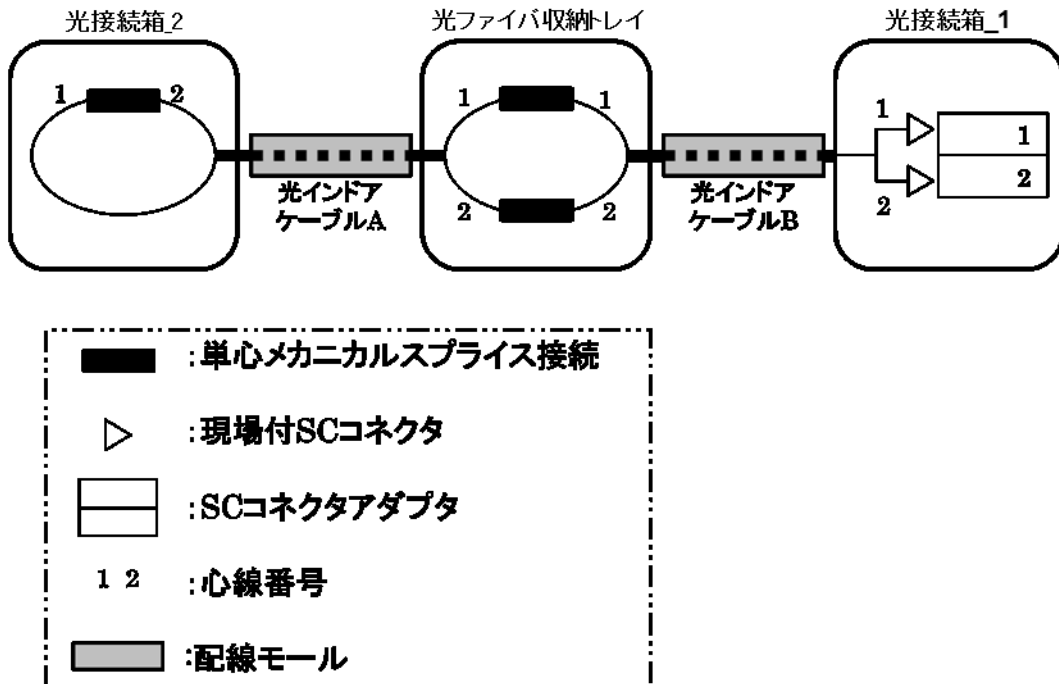

図 2 光ファイバ心線接続図 (パターン⑤)
- ・ 光接続箱_1 で、光インドアケーブル端を 1m 口出し、図2に従って SC コネクタを成端しアダプタに接続すること。アダプタは所定の場所に固定すること。
- ・ 光接続箱_2 で、光インドアケーブル端を 1m 口出し、図2に従って心線を接続し収納すること。
- ・ 収納トレイ内で、光インドアケーブル両端をそれぞれ 1m 口出し、図2に従って心線を接続し収納すること。